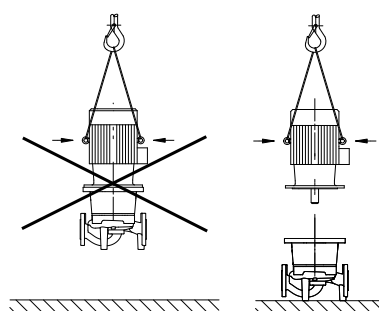

Fig. 20: Transport av motorn
- Använd endast motorns lyftöglor för att lyfta motorns vikt, inte för hela pumpen (Fig. 20).